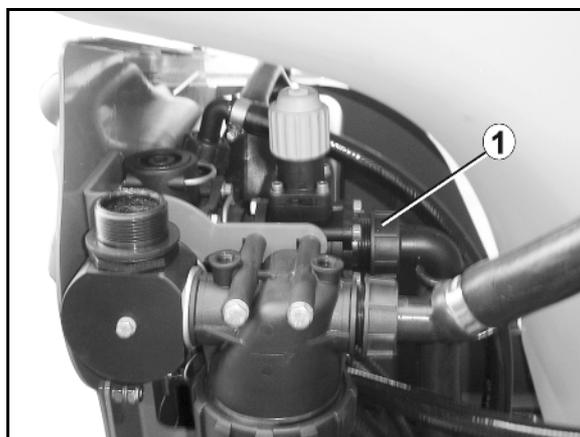

Bild 133
1. Överfallsmutter (Bild 133/1) lossas.